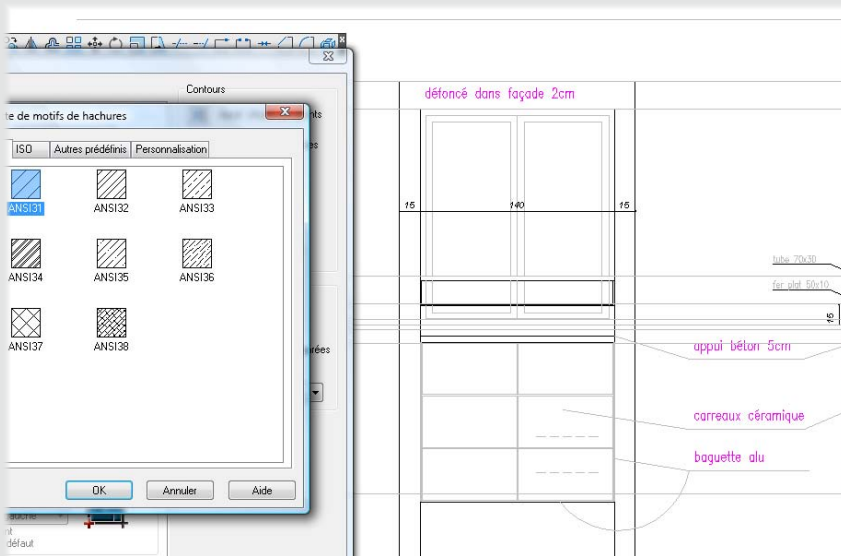

Figure 39
17. Afin d'effectuer un rendu sur la partie vitrée de la fenêtre vue en élévation, choisissons l'outil Hachures (voir Figure 39).